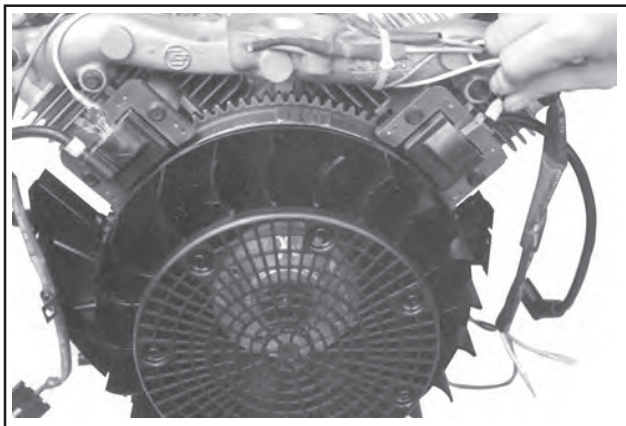

Abbildung 11-54. Anschluss der allgemeinen Kabel an die Standard-Zündmodule.
Auf Motoren, die nicht mit SMART-SPARK™ ausgestattet sind, werden die Module mit dem Zündkabel vom Modul stets entfernt vom Zylinder installiert. Auf dem Zylinder Nr. 1 muss die allgemeine individuelle Lasche gegen sich selbst gerichtet sein. Siehe Abbildung 11-54. Auf dem Zylinder Nr. 2 muss die allgemeine individuelle Lasche von sich weg gerichtet sein (nach innen).
3. Bei den Standard-Zündmodulen das Hauptkabel an die Endverschlusslasche anschließen. Siehe Abbildung 11-54.